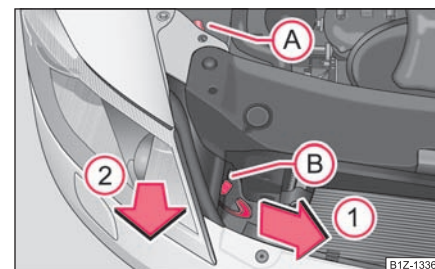

Fig. 242 Farurile din față:
- Deșurubați piulița din plastic (A) ⇒ pagina 259, fig. 242.
- Trageți siguranța (B) în sus.
- Trageți maneta de siguranță a farului până la limită în sensul săgeții ①.
- Întrerupeți alimentarea cu curent și scoateți farul cu atenție în sensul săgeții ②.